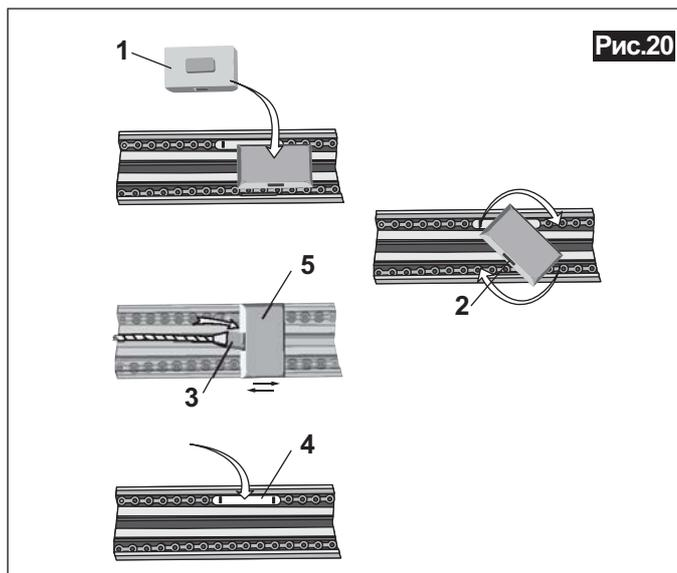

Рис.20
- Разместите концевой выключатель внутри направляющей (Рис.20, поз.1).
- Поверните концевой выключатель на 90°, чтобы зафиксировать его в направляющей. Разъём для подключения к блоку управления (Рис.20, поз.2) должен быть направлен в сторону привода.
- Вставьте шнур в разъём магнитного концевого выключателя (рис.20, поз.3).
- Убедитесь, что полотно останавливается в требуемых положениях при открывании и закрывании, в противном случае необходимо изменить положение магнитов (Рис.20, поз.4). При необходимости, измените положение магнитного концевого выключателя (Рис.20, поз.5).